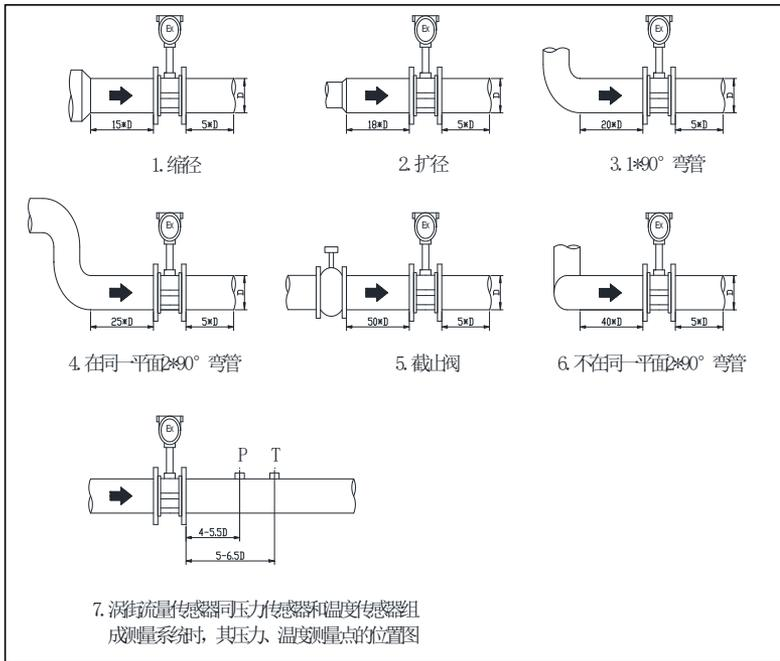

图 3 涡街流量计上下游最小直管段长度
1. 涡街流量计的仪表安装点的上下游配管的内径应与仪表内径一致, 传感器应与管道同心, 传感器与法兰间的密封垫不能凸入管道内。具体安装形式如图 3;